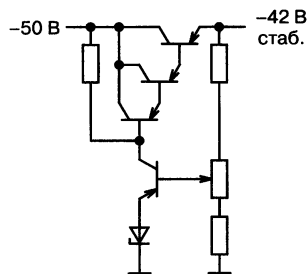

Рис. 10.7. Неправильно: отсутствуют пути для токов утечки мощных транзисторов
*Радиоловитель: В свое время, собрав стабилизатор напряжения по описанию, взятому из брошюры (рис. 10.7), я столкнулся с необъяснимым явлением. После нагружения схемы максимальным током в течение нескольких минут — снятие нагрузки приводило к резкому возрастанию выходного напряжения и появлению пульсаций. Странно, что через некоторое время нормальная стабилизация восстанавливалась...*